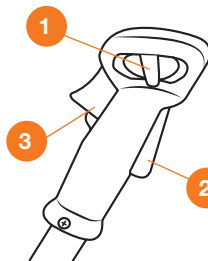

Рис. 14
- Удерживая клавиши 2 и 3 нажатыми, переведите выключатель зажигания 1 в крайнее правое положение «I» **START** (Рис. 14).
Для остановки двигателя бензиновой косы отпустите рычаг дроссельной заслонки, дайте поработать двигателю 3-5 секунд на холостых оборотах и переведите выключатель зажигания **1** в положение «O» STOP на рукоятке управления модели **DABC 520PRO** (Рис. 14). Или клавишу **2** в положение (=) модели **DABC 420E** (Рис. 12).